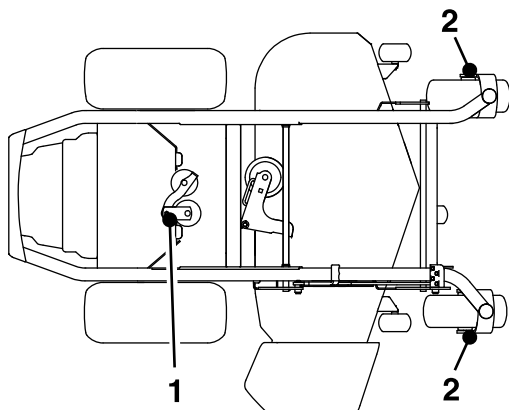

図 40
4. ポンプのイドラプーリのピボットにグリスガンで2押しほどグリスを注入する **図 40**。
5. 前キャストアクスルにグリスを注入する **図 40**。